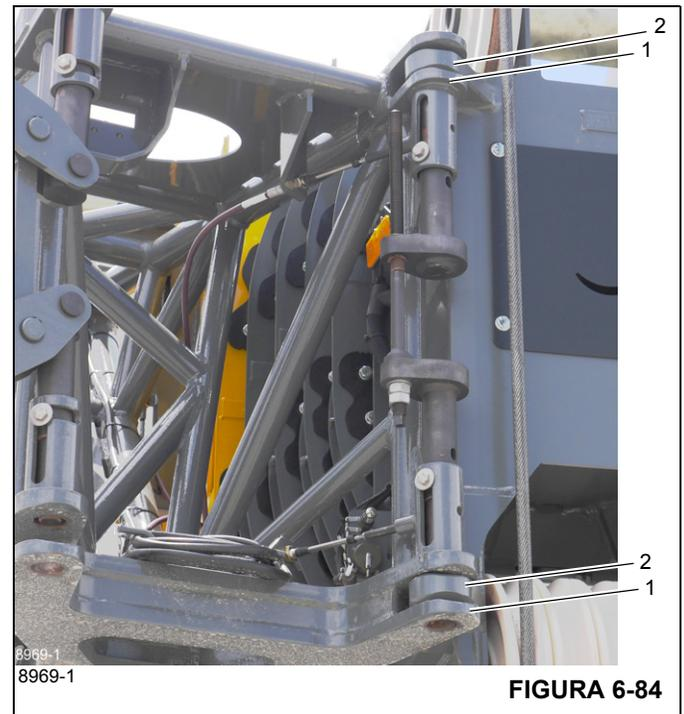

FIGURA 6-84
12. Usando el cable guía gire la extensión hacia afuera para enganchar los adaptadores de anclaje de la extensión (1, Figura 6-84) en los adaptadores de fijación de la pluma principal (2).